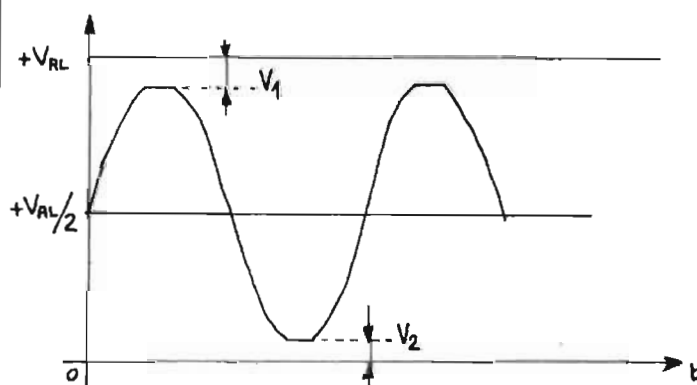

Fig. 6. — Forme d'onde du signal de sortie d'un amplificateur montrant un écrêtage dû aux tensions de déchet  $V_1$  et  $V_2$ .
L'examen du signal de sortie présent au point A du montage de la Fig. 2 permet de déterminer la commande nécessaire au transistor  $T_1$ . La tension du point A, à grands signaux, est représentée sur la Fig. 6. Les tensions  $V_1$  et  $V_2$
représentent les pertes qui existent sur l'amplitude du signal maximum par rapport à la tension d'alimentation. Il va sans dire que ces tensions de déchet sont préjudiciables au rendement de l'amplificateur. La tension  $V_1$  de la Fig. 6 est produite en partie par la tension de saturation du transistor  $T_1$  de la Fig. 2, et en partie par les deux tensions de seuil dues aux transistors  $T_1$  et à son étage de commande « Darlington ». En effet, si l'on se reporte à la Fig. 3, le potentiel du point (1) est égal à celui du point (3) diminué des deux tensions de seuil des transistors  $T_1$  et  $T_2$ . Comme le potentiel du point (3) est égal, au plus, à celui de la tension d'alimentation, on conçoit donc que la tension du point (1) est toujours inférieure à celle de la tension d'alimentation. Pour améliorer le fonctionnement du montage on utilisera donc la technique du « Bootstrap ». Pour ce faire, on fractionne la résistance de charge du transistor driver, puis on relie le point milieu de ces deux résistances à la sortie de l'amplificateur au moyen d'une capacité de valeur élevée. C'est ce qui est réalisé sur le schéma de la Fig. 5 par les résistances  $R_{17}$ ,  $R_{19}$  et le condensateur  $C_7$ . Au repos, le point milieu de l'amplificateur de droite est à une tension voisine de  $V_{AL} / 2$ . Le condensateur  $C_7$  est donc chargé à une tension comprise entre  $V_{AL}$  et  $V_{AL} / 2$ , et qui est fonction du rapport des résistances  $R_{17}$  et  $R_{19}$ . Quand  $T_3$  va avoir tendance à se bloquer, son potentiel collecteur va remonter ainsi que la base de  $T_4$ . Le potentiel du point milieu (point 1) suit la même variation que la base de  $T_4$ . De ce fait, le condensateur  $C_7$  transmet cette variation de tension au point de jonction des résistances  $R_{17}$  et  $R_{19}$ , mais en conservant le décalage de tension correspondant à la charge qu'il avait emmagasinée quand l'amplificateur était au repos. Ainsi, dans les alternances positives de grande amplitude, le transistor  $T_3$  peut être alimenté par une tension plus élevée que celle fournie par la source d'alimentation, ce qui permet à ce dispositif de continuer à fonctionner dans une région à caractéristiques linéaires et qui augmente considérablement l'excursion possible du signal de sortie.